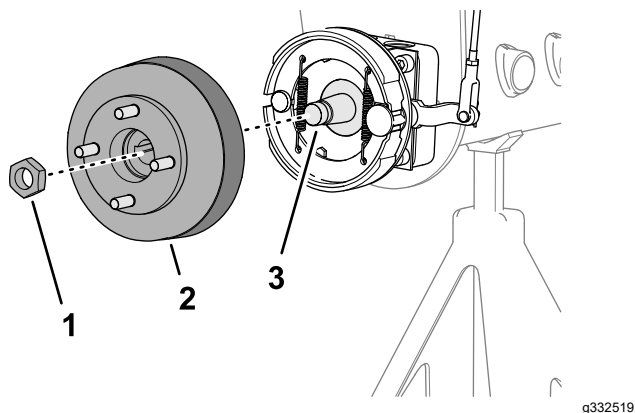
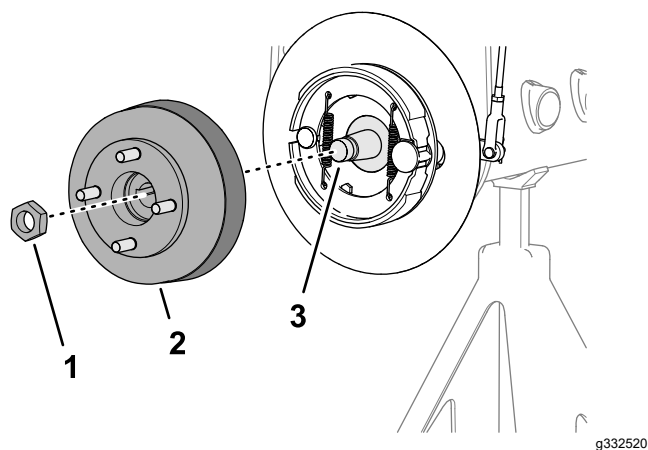

図 65
図 66
1. ハブをホイールモータのシャフトに固定しているロックナットを外す 図 65 または 図 66。
4. 所定のホイールハブ プラーを使用してホイールハブとブレーキドラムをホイールモータのシャフトから抜き取る 図 65 または 図 66。